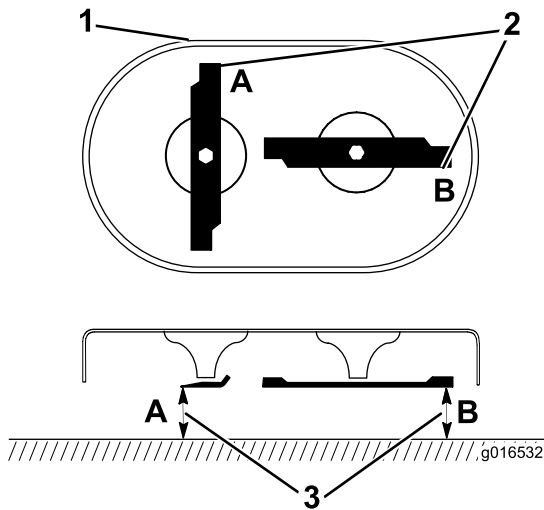

Figura 28
1. Gire las cuchillas a la posición mostrada en Figura 28.
2. Mida desde una superficie nivelada hasta los filos de corte, en las posiciones A y B (Figura 28) y anote las dimensiones.
3. Gire las cuchillas de manera que sus extremos opuestos estén en las posiciones A y B (Figura 28).